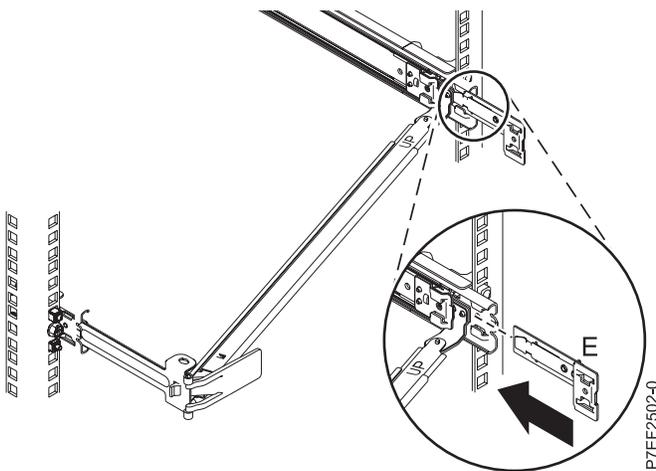

Abbildung 15. Erweiterungshalterung in der Schiene installieren
4. Schieben Sie die Erweiterungshalterung (**E**) in die rechte Schiene. Drücken Sie die Halterung in die Schiene, bis die gefederte Verriegelung einrastet, wie in Abb. 15 dargestellt.